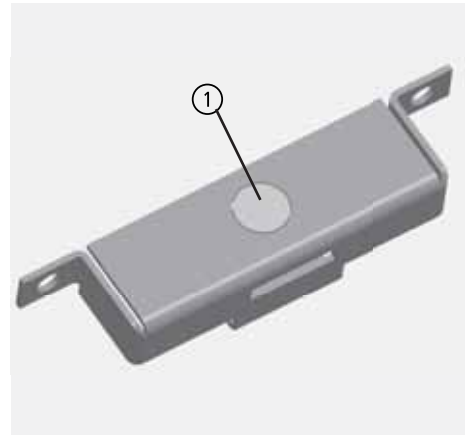

Abb. 3.10 Herstellen der Öffnung in dem Gehäuse des Luftventilhebels
- ① Die vorbereitete Öffnung auf dem Gehäuse des Luftventilhebels ausbrechen - z.B. mit einer Schraubendreher-Klinge (Abb. 3.10),
- ② den Türschalter von unten in die Aufnahme stecken - eine Mutter dazu ca. 10 mm weit auf den Türschalter aufschrauben,